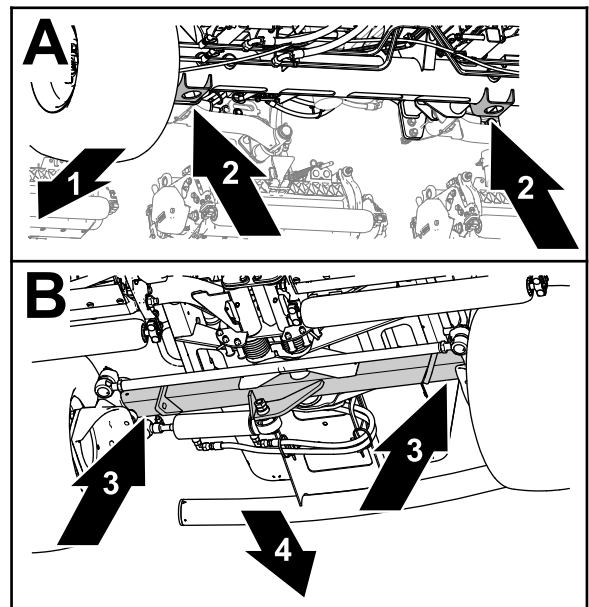

Рисунок 55
- Передняя часть – кронштейны домкратов в трубе переднего моста (Рисунок 55).